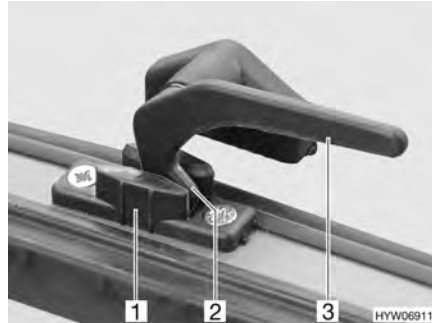

Fig. 54 Leva di serraggio in posizione "Aerazione continua"
- In posizione di "Aerazione continua" (Fig. 54)
- Ruotare la leva di serraggio (Fig. 54,3) di un quarto di giro verso il centro della finestra.
- Girare nuovamente all'indietro la leva di serraggio. Riportare contemporaneamente il nasello di chiusura (Fig. 54,2) nella rientranza della chiusura della finestra (Fig. 54,1).